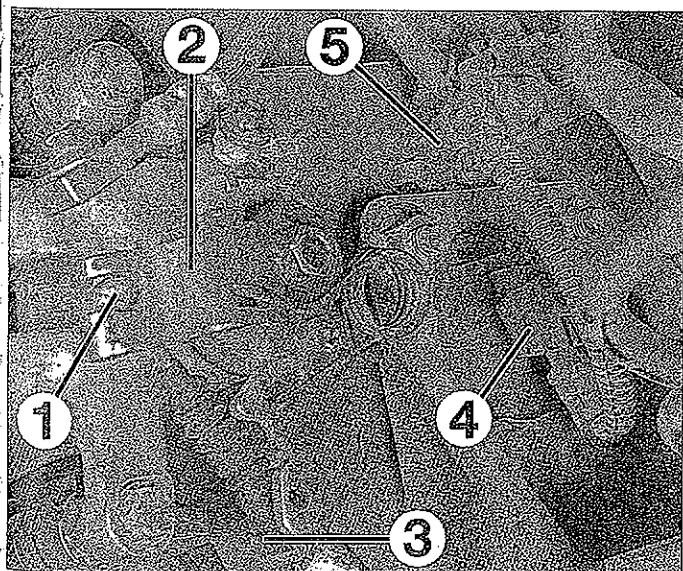

FIG. 13
- Retirar los cables (1) de las palancas (2) de las pinzas de freno (fig. 13).
- Retirar las grapas (3) del soporte de cables del freno.
- Sacar los conectores (4) de los captadores de ABS.
- Desmontar los soportes (5) de las tuberías de freno y de los cableados de captadores de velocidad de rueda.